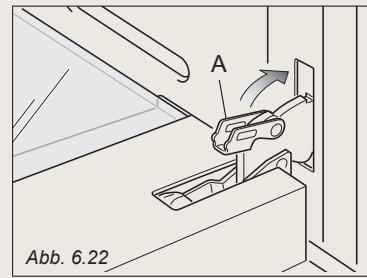

Abb. 6.22
4. Schließen Sie die Hebel "A" am linken und rechten Scharnier, wie Abb. 6.22 zeigt.